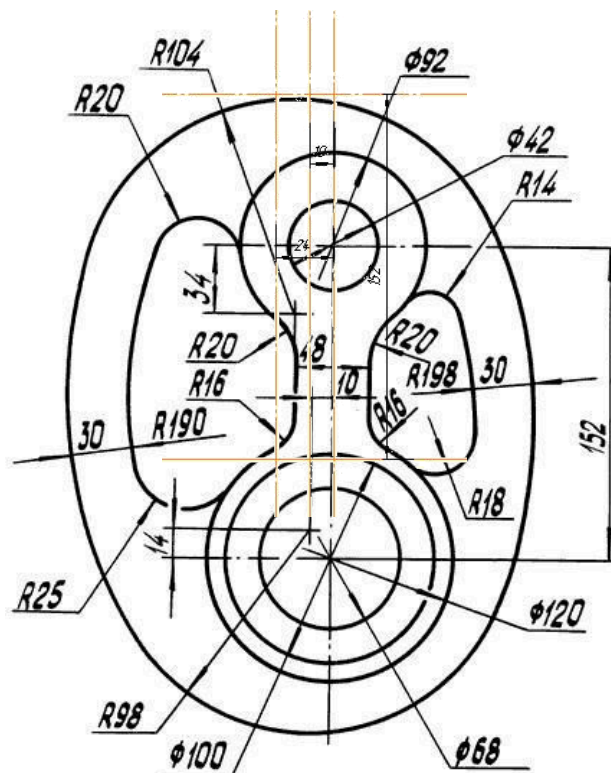

Рис.1
Задание: выполнить рабочий чертеж детали с использованием построения сопряжений и нанесением размеров (рис.1).
8. Установить точность размерных надписей – число знаков после запятой 0. Выполнить изображения размеров (рис.1).